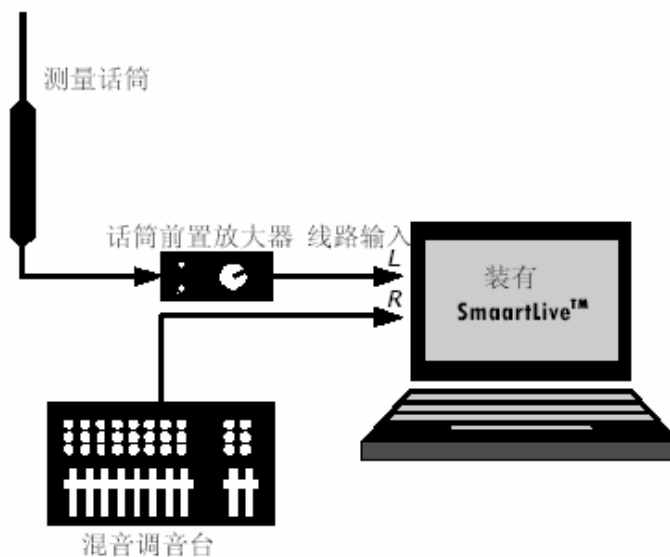

图4: RTA测量硬件配置范例
**ON** 图4 显示该范例的硬件配置。任何线路电平信号均可作为一个输入信号源，作为示范，本例中现场话筒通过一个前置放大器连接。